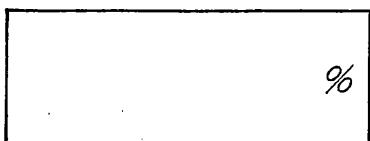

図3
- ③ **MODE** キイを押すと図1→図2→図3→図1と単位が変わります。